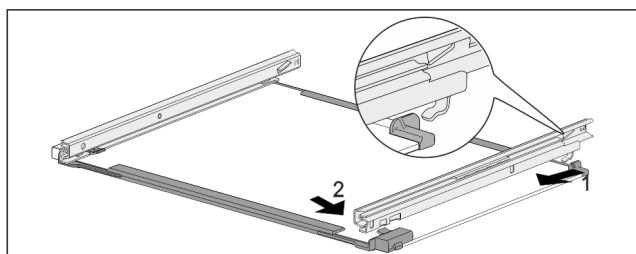

Fig. 275 Staklena ploča s vodilicama
- ▶ Zakvačite vodilicu sa stražnje strane. Fig. 275 (1)
- ▶ Uglavite vodilicu s prednje strane. Fig. 275 (2)